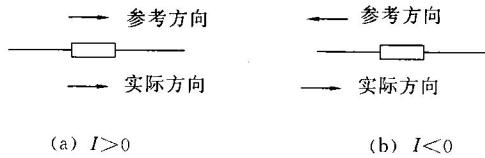
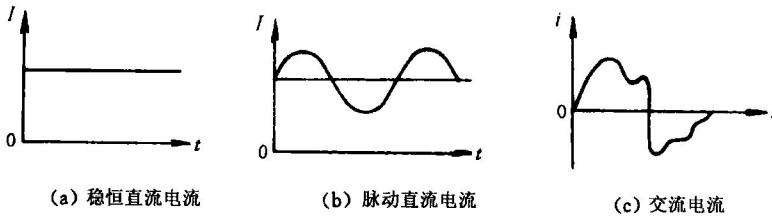

图 1-4 用箭头表示电流的参考方向
图 1-5 各种电流与时间关系曲线
- (1) 在分析电路前,可以任意假设一个电流的参考方向。
- (2) 参考方向一经选定,电流就成为一个代数量,有正、负之分。若计算电流结果为正值,表明电流的设定参考方向与实际方向相同,如图 1-4(a)所示;若计算电流结果为负值,表明电流的设定参考方向与实际方向相反,如图 1-4(b)所示。
- (3) 在未设定参考方向的情况下,电流的正负值是毫无意义的。
- (4) 今后电路中所标注的电流方向都是指参考方向,不一定是电流的实际方向。
- 此外,电流还有直流电流和交流电流之分。如图 1-5 所示,电流方向不随时间的变化而变